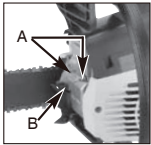

Afb. 16
4. Til het filter (A) uit de tank (Afb. 16).